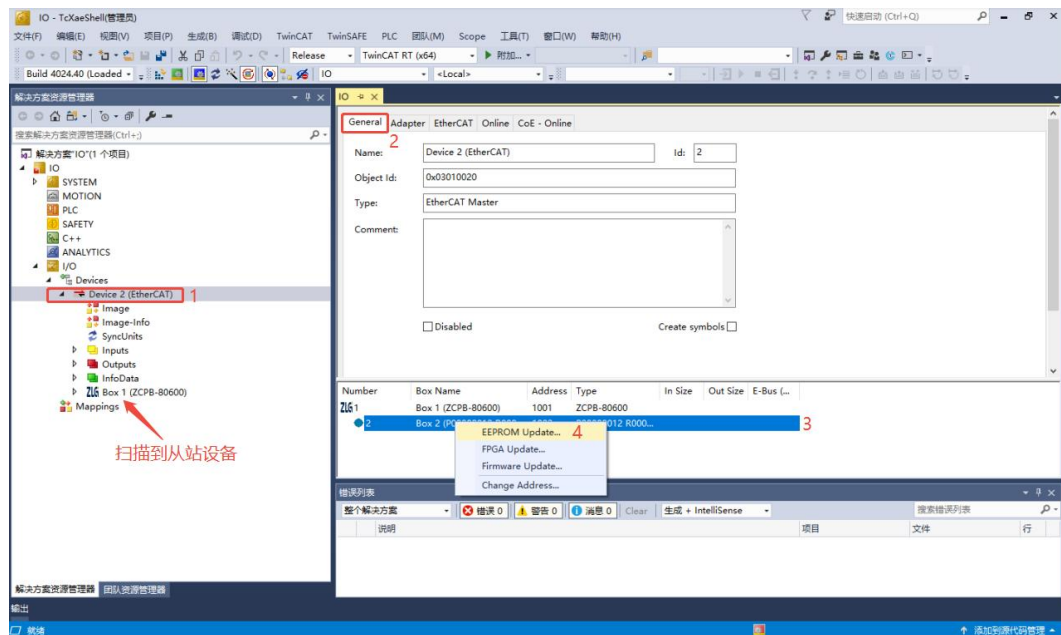

图 4.5 成功扫描
(6) 成功扫描到从站设备后，在左侧资源管理器中会显示从站型号，如图 4.5 所示。当不显示型号时，可能是由于少了(3)步骤中将 xml 文件复制到对应目录，也可能是从站模块未写入 xml 文件。此时可根据以下步骤更新 xml 文件到从站模块，双击“Device 2”->“General”->“Box2”->“EEPROM Update...”，如图 4.5 所示步骤。选中在弹出的“Write EEPROM”